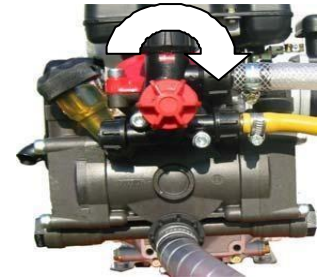

Fig.11
- Rodar a torneira da bomba, colocar o punho vermelho em "A"; (Fig.11)